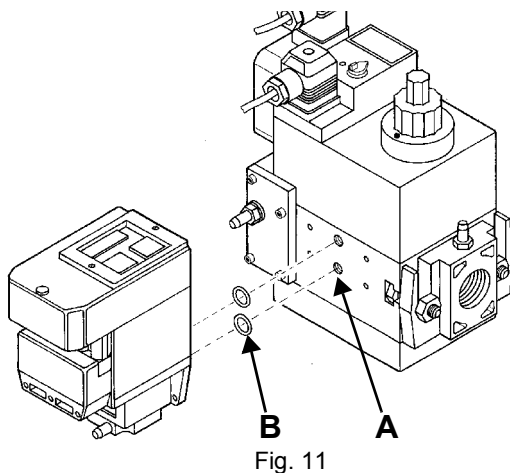
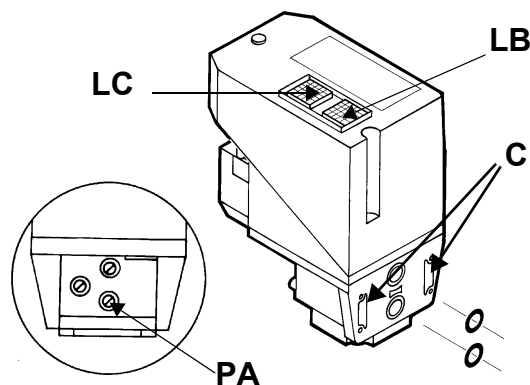

Fig. 11
Fig. 12
- 3 quitar los tornillos de cierre del grupo Multibloc (Fig. 11-A);
- 4 colocar los anillos de estanqueidad (10,5 x 2,25) en el VPS 504 (Fig. 12-B, Fig. 11-B);
- 5 apretar los 4 tornillos de control de estanqueidad (M4 x 16) Fig. 11-C.
Si se desea realizar un control, introducir un manómetro en la toma de presión **PA** en Fig. 12. Si el ciclo de prueba resulta positivo, después de algunos segundos se enciende la lámpara de consenso **LC** (amarilla). En caso contrario se enciende la lámpara **LB** de bloqueo (roja). Para reiniciar es necesario desbloquear el equipo presionando el pulsador luminoso **LB**.